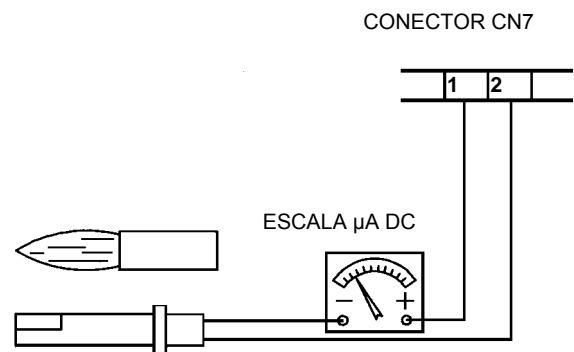

Fig. 56
- Examen y limpieza cuidadosa de la fotorresistencia de control de llama, si fuera necesario sustituirla. En caso de duda verificar la señal de encendido de la célula, después de haber puesto en funcionamiento el quemador, siguiendo el esquema en Fig. 56;
Para medir la señal de detección seguir el esquema de la Fig. 56. Si la señal no entra en el umbral de los valores indicados, verificar los contactos eléctricos, la limpieza de la cabeza de combustión, la posición de la fotorresistencia y eventualmente sustituirla.